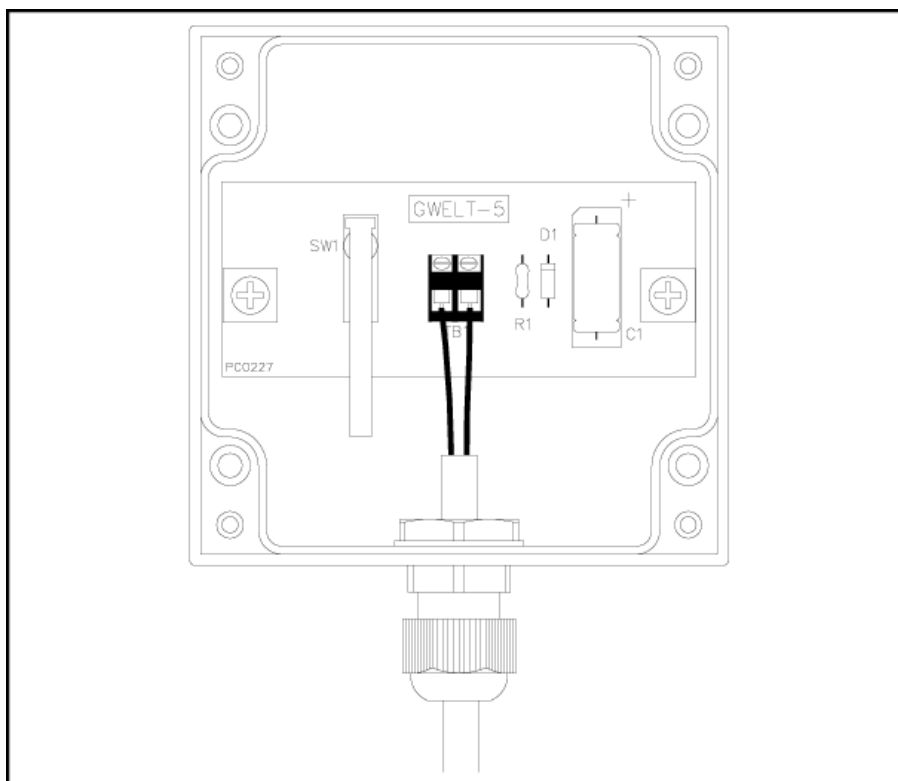

Рис. 32. Подключение сенсорного кабеля к клеммам концевой коробки.
4. Подключите проводники сенсорного кабеля к контактам клеммного блока (см. рис. 32). На этой стадии полярность подключения кабеля не играет роли, т.к. полярность может быть скорректирована в анализаторе при настройке системы.